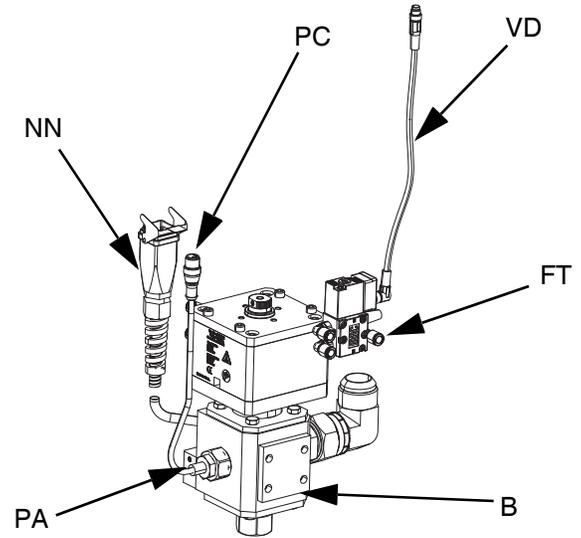

FIG. 24
9. Raccordez la conduite d'air (AR) (non fournie) au raccord d'air (FT) sur l'électrovanne de distribution. Voir le manuel d'Instructions – Pièces des vannes de distribution axiales. Voir la FIG. 24.
- a. Connectez le câble de l'électrovanne (VC) à l'extrémité du câble du répartiteur M8 à 4 broches attaché au port 4 sur le moteur électrique (AB). Voir **Raccords de communication du moteur électrique** pour les élévateurs simples à la page 16. Voir la FIG. 24.
- b. Connectez l'extrémité à 90 degrés du câble M8 à 4 broches à la vanne de distribution, et l'extrémité droite du câble de l'électrovanne au (VC). Voir la FIG. 24.
- a. Connectez le câble de l'électrovanne de distribution au connecteur de l'électrovanne de distribution en tandem (YY) sur le bloc tandem (R).
- b. Connectez l'extrémité à 90 degrés du câble M8 à 4 broches (15N040) à la vanne de distribution, et l'extrémité droite du câble de l'électrovanne au (VC). Voir la FIG. 24.
- c. Connectez une extrémité mâle du répartiteur M8 à 4 broches (TT) sur le bloc tandem (R) à l'extrémité du câble du répartiteur M8 à 4 broches attaché au port 4 du moteur électrique (AB) pour l'élévateur 1 et l'élévateur 2. Voir **Raccords de communication du moteur électrique** pour l'**Élévateur en tandem** à la page 17.